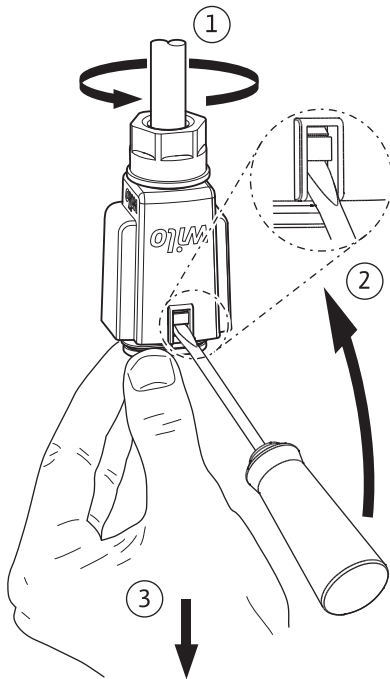

Fig. 6: Desmontaje del conector Wilo
- Desmontar el conector Wilo de la bomba y desmóntelo con un destornillador adecuado (Fig. 6).